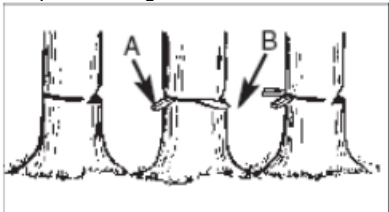

Fig 10c
Utilisez des cales en bois ou en plastique (A) pour empêcher la barre ou la chaîne (B) de se coincer dans la coupe. Ces cales permettent également de contrôler la chute (Fig. 10c).